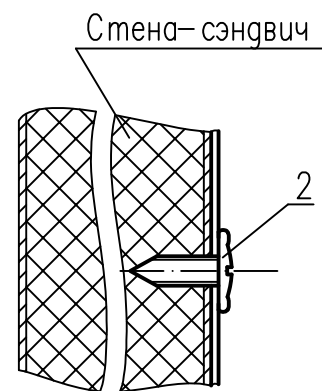

Рис. 5
- по рис. 5 в кирпичной стене выполнить 2 отв. $\varnothing 6$ мм;